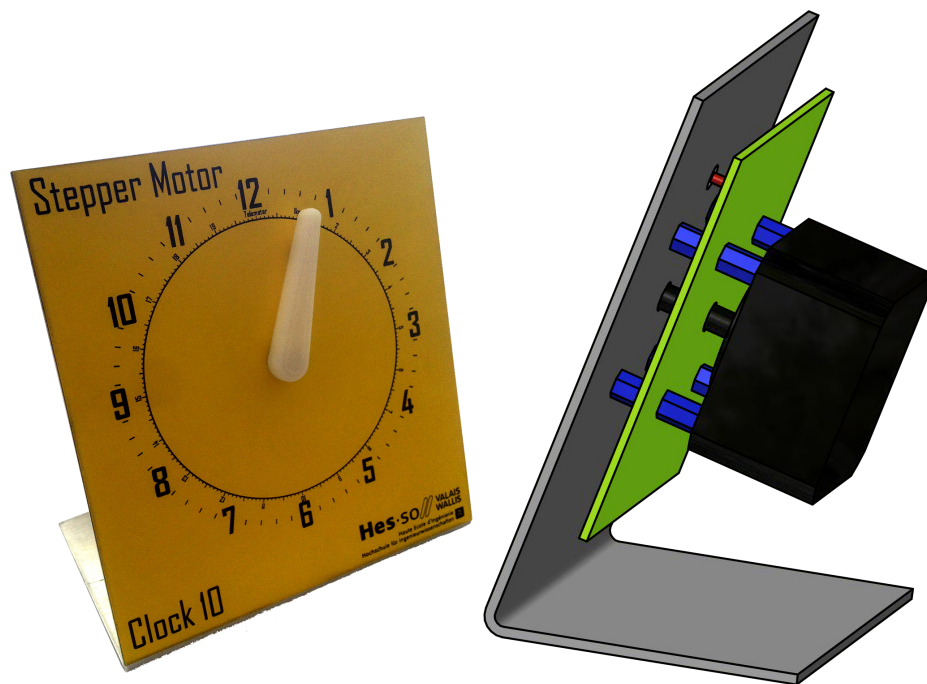

FIGURE 7 – Assemblage du cadran du chrono
- Un assemblage de chrono avec une carte électronique "**Printed Circuit Board (PCB)**" qui commande le moteur et lit le capteur, voir figure 7